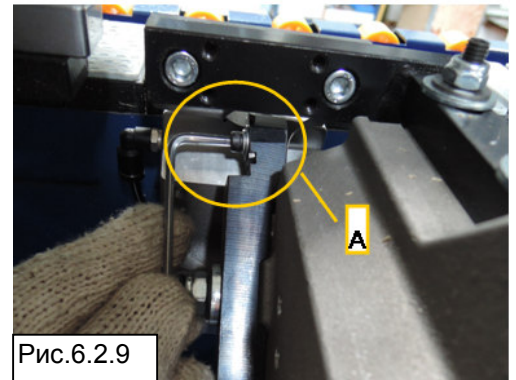
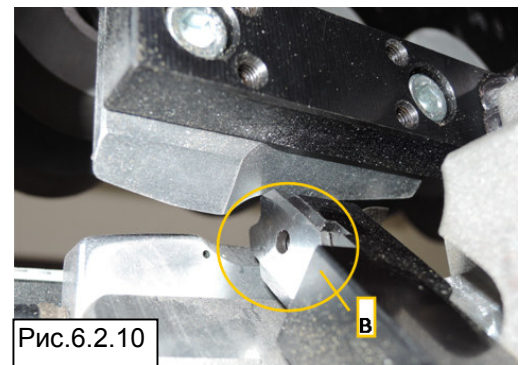

Рис.6.2.9
Рис.6.2.10
2. Ослабьте винт А (Рис. 6.2.9) и снимите 2 шайбы, затем с помощью шестигранного ключа выколотите циклю В (Рис. 6.2.10).